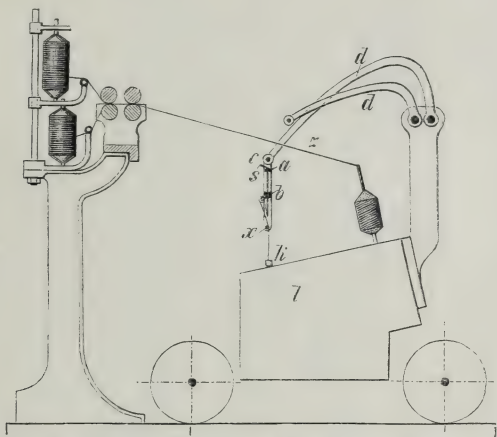

Fig. 72. Verbesserung an Mulespinnmaschinen.
W. Scheidt hat bei der Mulespinnmaschine eine gesonderte Spannungsregulierung für jeden Faden angebracht (D. R.=P. 43 068), wodurch die Bildung sogenannter Schleifen oder Schlingen verhindert wird. Die Spannungsregulierung geschieht dadurch, daß an Stelle des gewöhnlichen Gegenwinders eine im Wagen montierte Reihe in der Richtung aufwärts angespannter beweglicher Fadenstützen (s) angeordnet ist, von denen jede nur auf einen Gespinnstfaden spannend einwirkt. Das Weitere ist aus Fig. 72 ersichtlich.